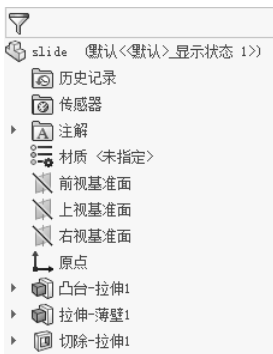
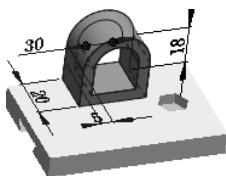

图 5.5.1 设计树
图 5.5.2 编辑零件模型的尺寸
Step2. 在图 5.5.1 所示模型 (slide) 的设计树中, 双击要编辑的特征 (或直接在图形区双击要编辑的特征), 此时该特征的所有尺寸都显示出来, 如图 5.5.2 所示, 以便进行编辑